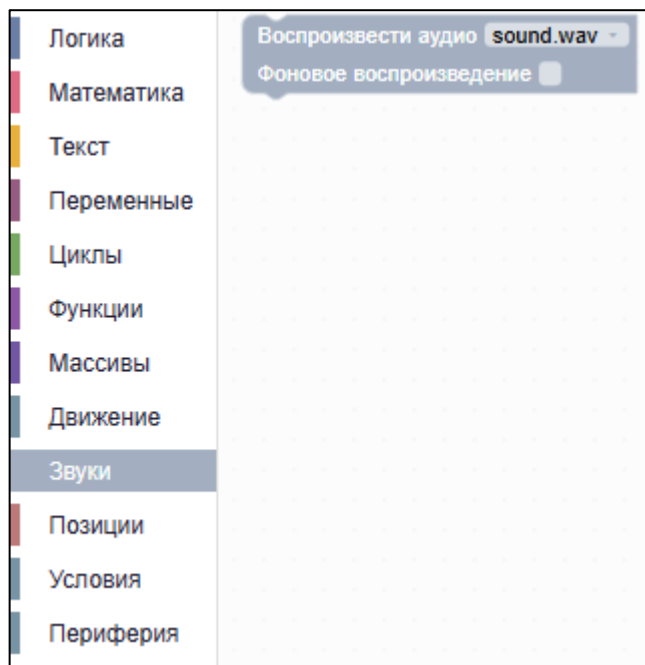

Рисунок II-21 – Раздел «Звуки»
- Раздел «Звуки» (см. Рисунок II-21):